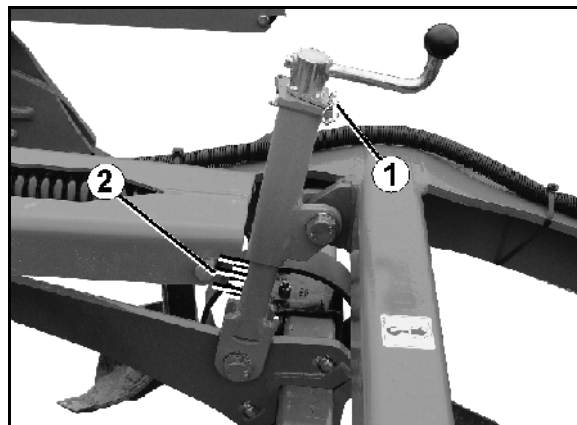

Рис. 22
1. Извлеките шплинт (Рис. 22/1).
- Для ориентации на устройствах регулировки имеется шкала (Рис. 22/2).